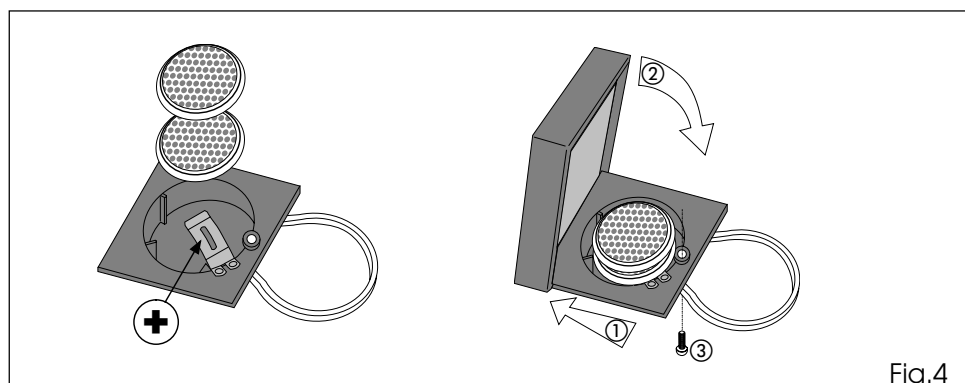

Fig.4
- Remplacer les deux piles de 3 V au lithium mod. CR2032 en les plaçant dans le logement et en respectant la polarité d'après la fig. 4;
- Placer la base dans le boîtier (réf. 1 fig. 4) avant de refermer (réf. 2 fig. 4), puis fixer avec la vis (réf. 3 fig. 4).